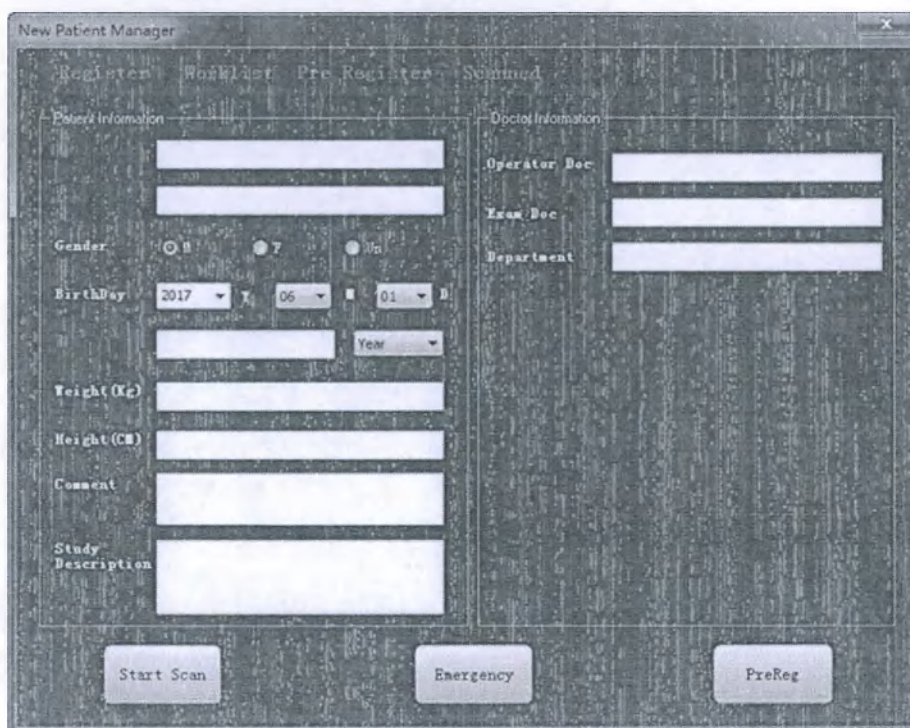

Рисунок 46 Окно регистрации
Введите информацию о новом пациенте в окне регистрации (см. рис. 46):
- (2) Введите информацию о пациенте. Обязательные поля выделены красным или отмечены звездочкой.
- (3) Для завершения регистрации нажмите кнопку в нижнем левом углу <Начать сканирование> <Start Scan> (см. рис. 46).
- (1) Экстренная регистрация используется, когда необходимо выполнить срочное сканирование. При данной регистрации все поля заполняются автоматически. Информацию о пациенте можно после редактировать в разделе [Пациент] [Patient].
- (2) Для завершения экстренной регистрации нажмите кнопку <Экстренная регистрация> <Emergency> (см. рис. 46).
- (1) Заполните обязательные поля и нажмите кнопку предварительной регистрации <PreReg> (см. рис. 46).
2. Введите информацию о пациенте, например, имя (Name), регистрационный номер (ID) или дату регистрации (Date) и нажмите кнопку [Обновить] [Refresh]. Чтобы очистить поля нажмите кнопку [Очистить] [Clear].
3. Наведите курсором мышки на предварительно зарегистрированного пациента, щелкните левой кнопкой мышки и нажмите кнопку <Повторное сканирование> <Rescan> и откроется окно регистрации пациента (см. рис. 46). Чтобы перейти к сканированию пациента нажмите еще раз кнопку <Начать сканирование> <Start Scan>.